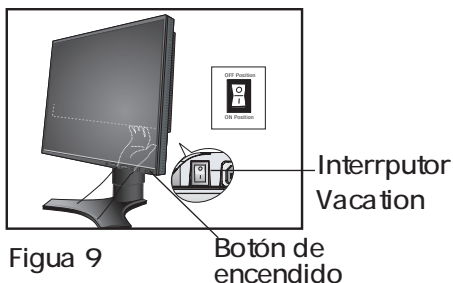

Figura 9
8. El conmutador situado en la parte posterior del monitor junto a la entrada de CA debe estar en la posición de ACTIVADO para que el monitor funcione (Figura 9).